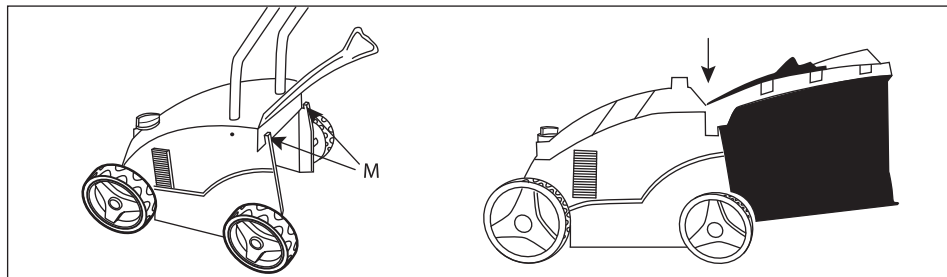

Рис. 3
- Чтобы присоединить травосборник, приподнимите крышку, а затем совместите крепежные отверстия травосборника с направляющими M и вставьте травосборник (рис. 3).